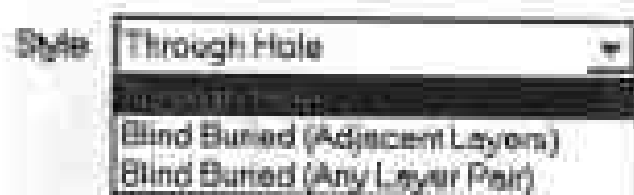

图 9-31 导孔形式下拉式列表
2) Style 选择项。此选择项用来设置导孔形式, 单击设置项右端的下拉式按钮, 显示如图 9-31 所示的下拉列表, 其中各项包括 Through Hole (穿头是导孔)、Blind Buried (Adjacent Layers) (半隐藏式导孔及 Blind Buried (Any Layer Pair) (隐藏是导孔), 这时就可指定导孔形式。